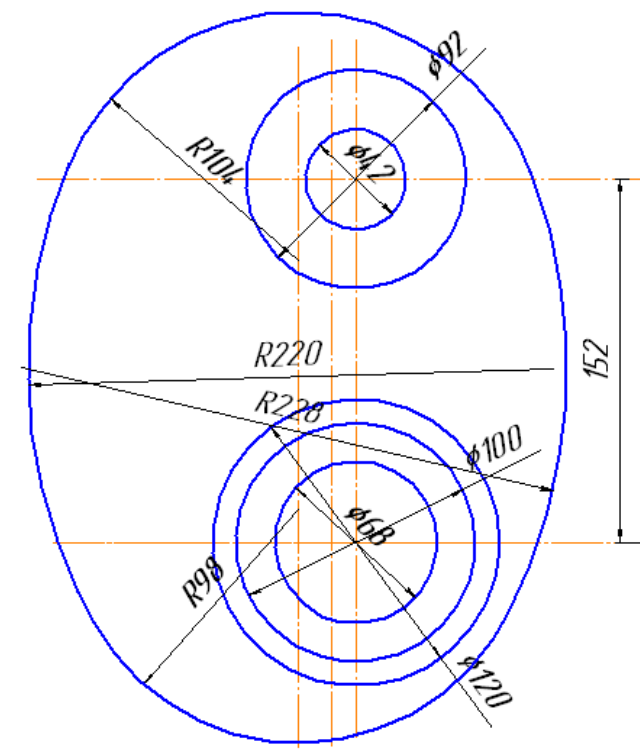

Рис. 5
5. Удалить ненужные части окружностей. Использовать команду –  **Усечь кривую** панели **Редактирования** (рис. 5).